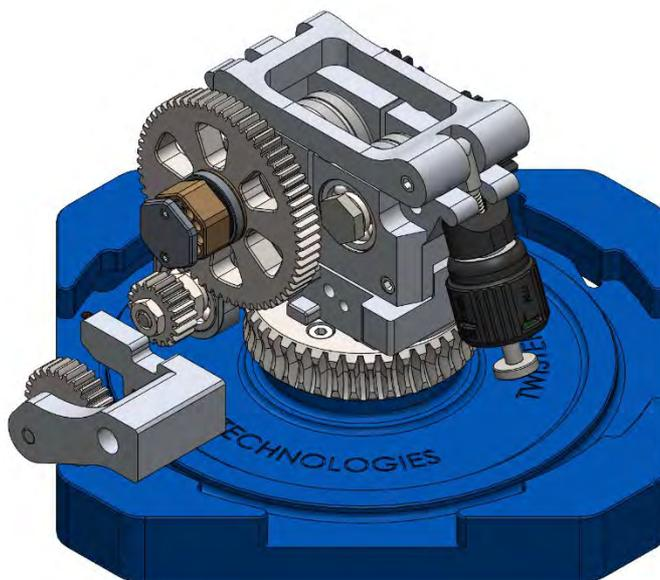

Figura 31
3. Sfilare il modulo di rotazione da sostituire. Vedi figura 31;